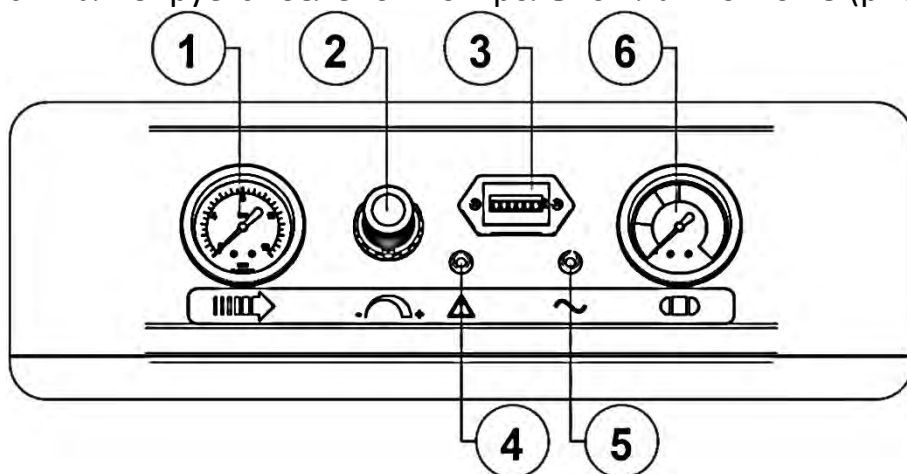
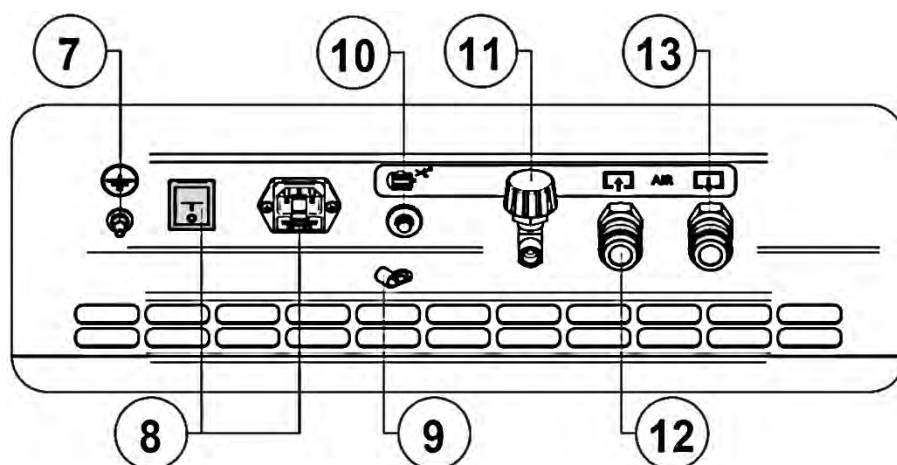

Рисунок 3 - Панель управления
Рисунок 4 - Задняя панель
7.4.2 К быстроразъемной муфте 13 (выход сжатого воздуха) (рисунок 4) присоедините шланг сжатого воздуха к исполнительному устройству.
7.4.3 При наличии опционально установленного перекидного клапана к быстроразъемной муфте 12 (вход сжатого воздуха) (рисунок 4) присоедините (если есть необходимость) шланг сжатого воздуха от центральной распределительной сети. Воздух от центральной распределительной сети автоматически подается через пневматическую систему компрессора к быстроразъемной муфте 13. Компрессор при таком подключении служит в качестве запасного источника сжатого воздуха. При понижении давления воздуха в центральной распределительной сети компрессор включается автоматически.
7.5.4 Шнур питания зафиксируйте зажимом **9** (рисунок 4).
7.5.5 Провод заземления подключите к винту заземления **7** (рисунок 4) на задней панели компрессора. При наличии заземляющего контакта в электрической розетке, дополнительное заземление не требуется.
Подсоедините вилку шнура питания компрессора к электрической сети. Включите компрессор выключателем **8** (рисунок 4) на задней панели. Для этого необходимо переключить выключатель в положение «I». Включенное состояние сигнализируется зелёной контрольной лампочкой **5** (рисунок 3).
7.7.4 После останова компрессора настройте регулятор давления **2** (рисунок 3) в соответствии с 8.3.1.
- Выключить компрессор выключателем **8** (рисунок 4) на задней панели. Для этого необходимо переключить выключатель в положение «**0**». После этого остановится двигатель и произойдет сброс давления из нагнетательного воздухопровода и поршневого блока.
- Снизить давление в ресивере до атмосферного при помощи крана разгрузки **11** (рисунок 4).
8.3.1 Настройка давления сжатого воздуха осуществляется регулятором давления **2** следующим образом (рисунок 3):
ВНИМАНИЕ: НАСТРОЙКА РЕГУЛЯТОРА ДАВЛЕНИЯ ДОЛЖНА ПРОИЗВОДИТЬСЯ ПРИ ЗАКРЫТОМ КРАНЕ РАЗГРУЗКИ РЕСИВЕРА 11 (РИСУНОК 4)!
8.3.2 Компрессор оборудован устройством защиты от перегрузок. При нарушении питания электрической сети, а также при перегреве компрессора возможно автоматическое срабатывание защиты двигателя, о чем сигнализируют красная контрольная лампочка **4** (рисунок 3) на панели управления.
- Переключите выключатель **8** (рисунок 4) на задней панели в положение «**0**».